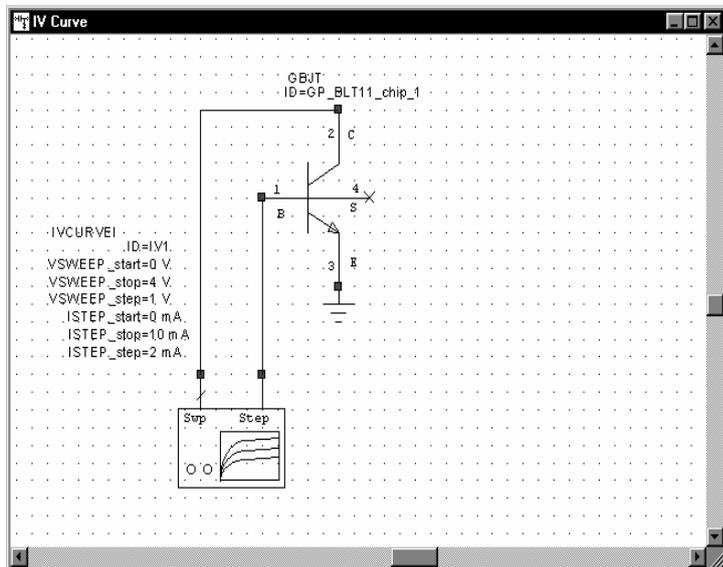

Рис. 3.3
2. Нажмите левой кнопкой мышки на модель **IV CURVEI** и, не отпуская кнопки мышки, перетащите её в окно схемы, отпустите кнопку мышки, позиционируйте элемент как показано на рис. 3.3 и щёлкните левой кнопкой мышки, чтобы зафиксировать его.